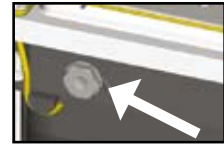

Figura 28
- 1) Svitare la spia fiamma dalla propria sede con chiave 24 (figura 28).